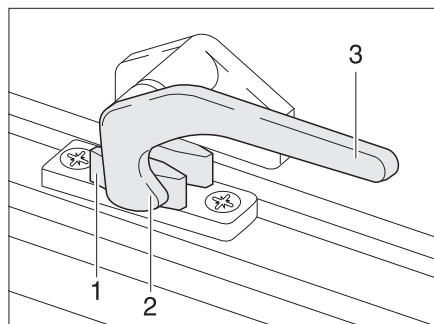

Bild 35 Verriegelungshebel in Stellung "geschlossen"
- Den Verriegelungshebel (Bild 35,3) eine viertel Umdrehung zur Fenstermitte hin drehen.
- Den Verriegelungshebel (Bild 35,3) eine viertel Umdrehung zum Fenster-
rahmen hin drehen. Die Verriegelungsnase (Bild 35,2) liegt auf der Innenseite
der Fensterverriegelung (Bild 35,1).
- in Stellung "fest verschlossen" (Bild 35)